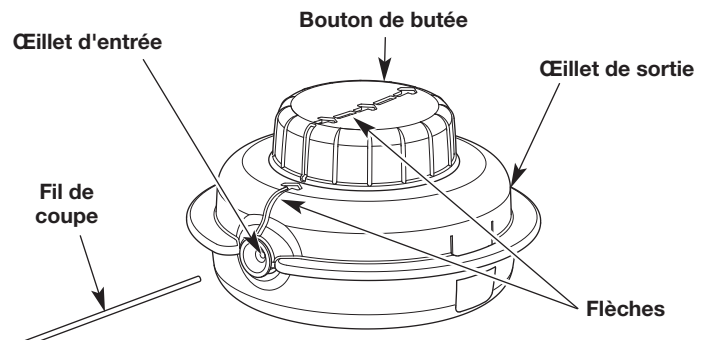

Fig. 14
- Tournez le bouton de butée dans le sens aiguilles d'une montre pour aligner les flèches (Fig. 14).
- Insérez le nouveau fil de coupe dans l'œillet d'entrée (Fig. 14). Poussez le fil à travers la tête de coupe jusqu'à ce que quelques centimètres dépassent de l'œillet de sortie. Tirez le fil jusqu'à ce que les extrémités soient de longueur égale.